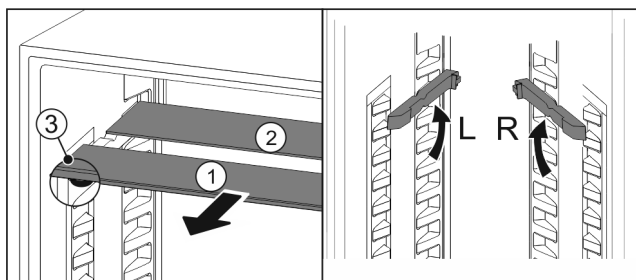

Fig. 142
- ▶ Skleněné desky jednotlivě vytáhněte dopředu Fig. 142 (1).
- ▶ Skleněná deska Fig. 142 (1) s ozdobnou lištou leží vpředu.
- ▶ Záračky Fig. 142 (3) směřují dolů.